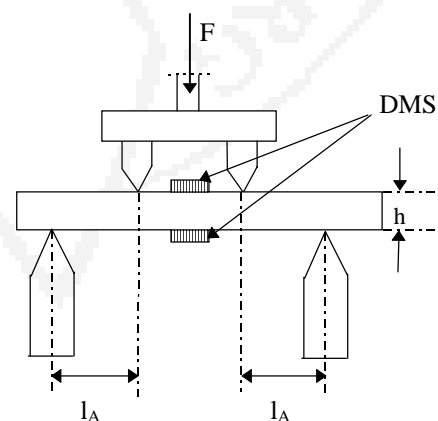

Bild 2: 4-Punkt-Biegeversuch
- 3.2 Beim **4-Punkt-Biegeversuch** trägt der Biegestempel **2 Druckfinnen** (siehe Bild 2). Zur Messung der Randfaserdehnung dienen zwei Dehnungsmessstreifen (DMS), je einer auf der Ober- und Unterseite der Stabprobe, die die beiden Zweige einer Halbbrücke bilden. Der Widerstand eines der DMS steigt (Dehnung), der des anderen sinkt (Stauchung) bei der Durchbiegung, so dass die Brücke verstimmt wird. Die entstehende Spannung wird verstärkt und am Universal-Messgerät zur Anzeige gebracht.